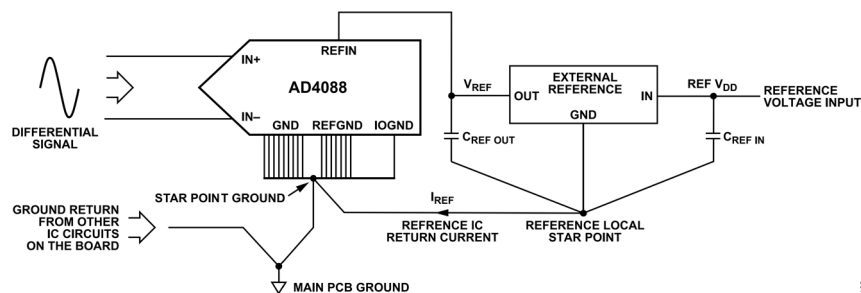

図 108. AD4088 外部リファレンス・グラウンド接続
- ▶ 図 108 に、グラウンド (GND)、リファレンス・グラウンド (REFGND)、およびデジタル・グラウンド (IOGND) の推奨される接続を示します。リファレンス IC の電流帰還経路を、PCB 上の他の回路からの電流帰還ループと同じ電流ループ内に保持しないことを推奨します。図 108 に示すように、リファレンスのローカル・スター・ポイントを PCB の最上層の ADC スター・ポイント・グラウンドに接続します。